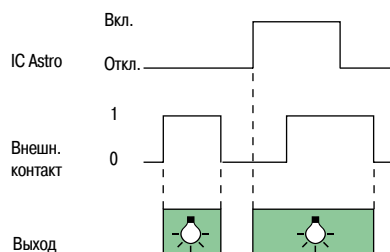

Рис. 4
- Выход реле IC Astro может быть принудительно переведен в состояние ВКЛ. подачей сигнала на вход 5. Внешнее принудительное переключение является приоритетным по отношению к ручному принудительному переключению реле, см. рис. 4.